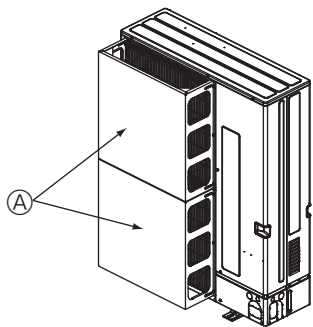

Fig. 2-16
① Установите дополнительную защитную направляющую потока воздуха, если прибор устанавливается в местности, где наблюдаются ураганы с сильным ветром, который может дуть непосредственно в воздуховыпускное отверстие. (Fig. 2-16)